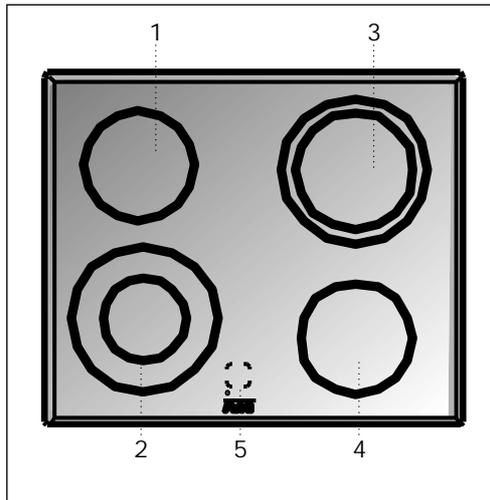

fig. 8
**Modelo VR 622** (ver fig. 8)